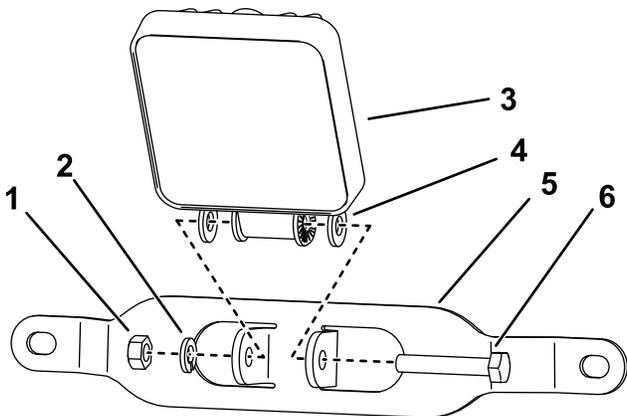

Figure 3
- Montez les projecteurs de travail comme montré à la Figure 3.